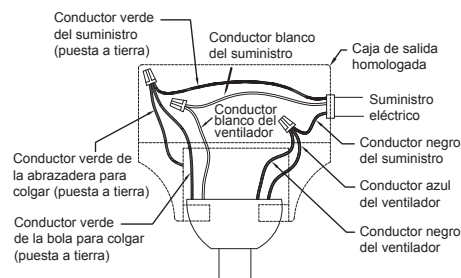

Figura 14A
1. Conecte el conductor verde del ensamble de la varilla y el conductor verde con puesta a tierra de la abrazadera para colgar al conductor de suministro con puesta a tierra (posiblemente un conductor desnudo o un cable con aislante verde). Conecte los conductores con conectores de cables de forma segura. Conecte el conductor blanco del motor del ventilador al conductor blanco (neutro) mediante el conector de forma segura. Conecte de forma segura el conductor negro del motor del ventilador y el conector azul al conductor negro mediante el conector. (Figura 14A)